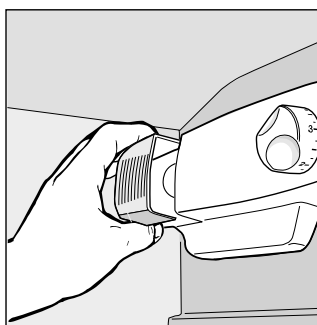

Fig. 3
- Comment changer l'ampoule à l'intérieur. La lampe pour l'éclairage intérieur est située dans la partie postérieure du boîtier du thermostat. Pour la remplacer, dévisser la lampe usagée et la remplacer par une nouvelle lampe de puissance non supérieure à 15 W en procédant comme illustré à la fig.3.